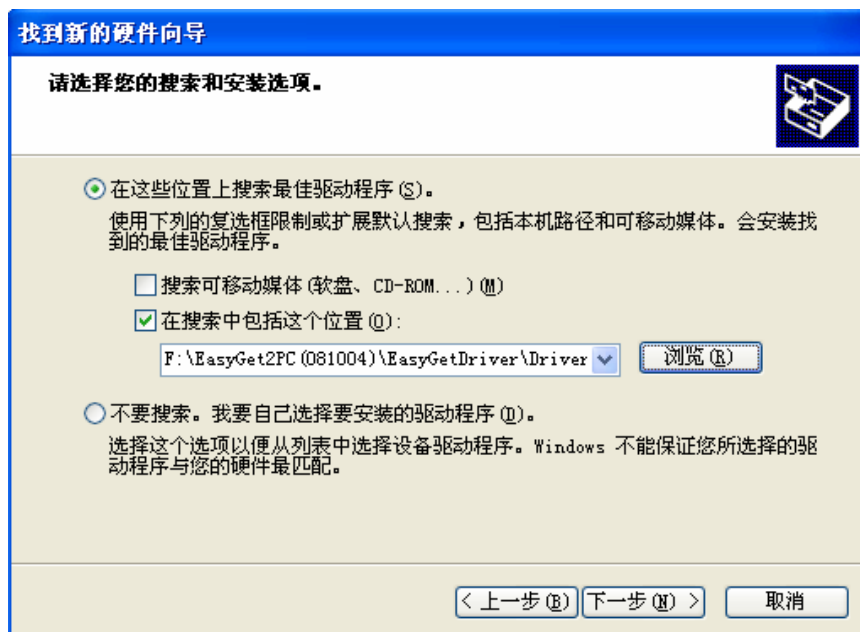

图 2
- 3、选择“在搜索中包含这个位置”，并且用“浏览”按钮将目录设置成光盘“\\EasyGet2PC(081004)\\EasyGetDriver\\Driver”，然后点击“下一步”，继续安装（图 2）。